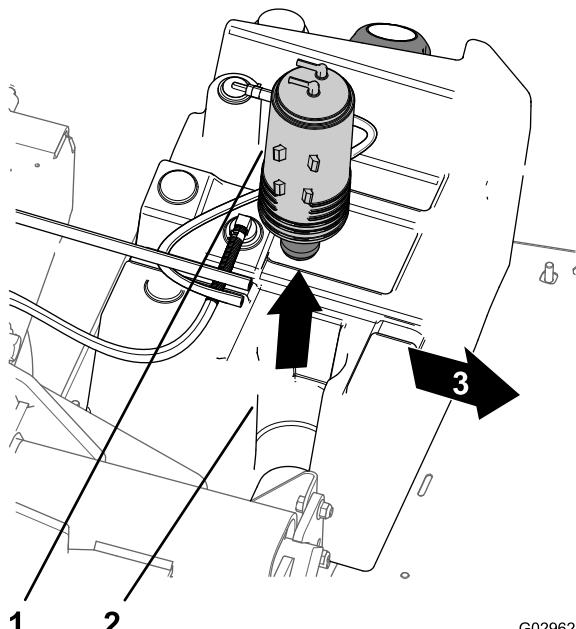

Figura 47
3. Retire el cartucho de carbón del soporte del cartucho de carbón del depósito de combustible (Figura 47).
7. Instale el cartucho de carbón nuevo en el soporte del cartucho de carbón del depósito de combustible con los acoplamientos de purga y del depósito de combustible orientados hacia atrás (Figura 47).